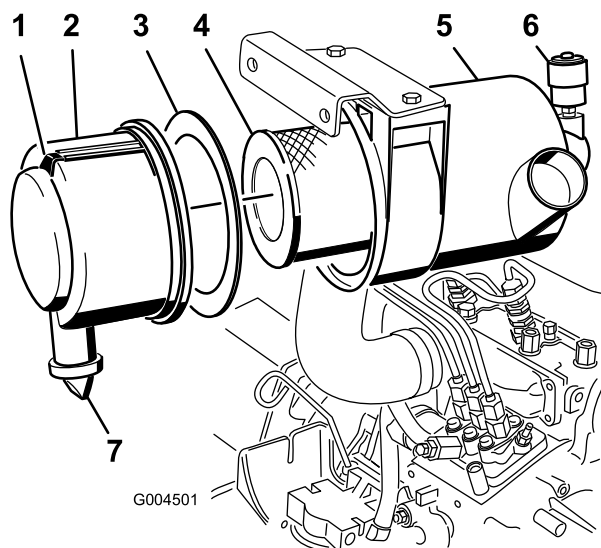

Figura 42
- Effettuate la manutenzione dell'elemento filtrante quando la spia (Figura 42) diventa rossa, oppure ogni 400 ore (più spesso in condizioni estreme di polvere o morchia). Non eccedere nella revisione del filtro dell'aria.
4. Togliete il filtro primario e sostituitelo (Figura 42).
6. Verificate che la guarnizione in schiuma sintetica sia stata montata nel coperchio e che non sia strappata o danneggiata (Figura 42). Se è danneggiata, sostituirla.
- A. Togliete la valvola di uscita in gomma dal coperchio (Figura 42).
10. Se la spia è rossa, azzerate l'indicatore (Figura 42).
1. Tirate il fermo verso l'esterno e ruotate il coperchio del filtro in senso antiorario (Figura 42).
2. Togliete il coperchio dal corpo del filtro dell'aria (Figura 42).